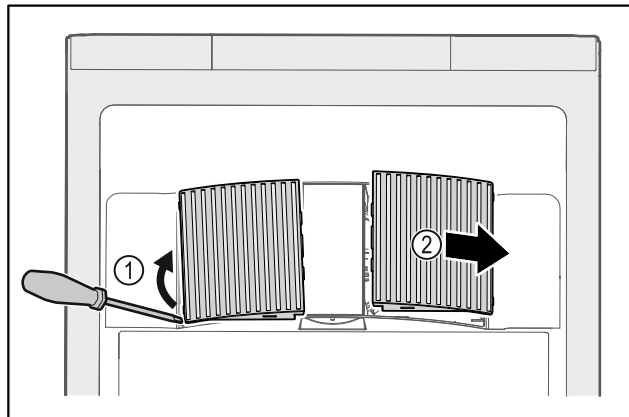

Fig. 236
- Estrarre con cautela i coperchi delle ventole dai lati Fig. 236 (1) e rimuoverli in avanti Fig. 236 (2).